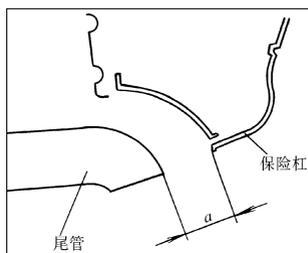

图 2-136 检查尾管与保险杠间距离
4) 如图 2-136 所示，检查尾管与保险杠间距离 a ，尺寸 $a=40\text{mm}$ (至少)。
6) 检查尾管与保险杠间距离 a (图 2-136)，尺寸 $a=40\text{mm}$ (至少)。